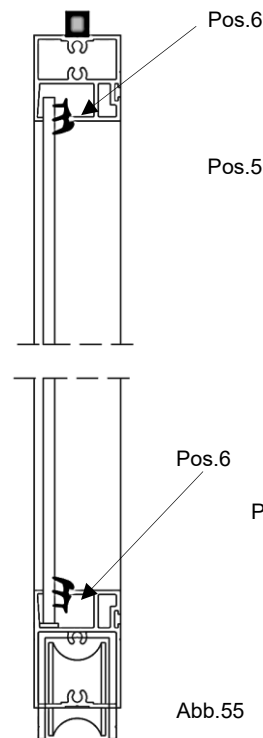

Abb.55
- montieren der Keildichtung Pos. 5 und 6 (Abb.55/56)